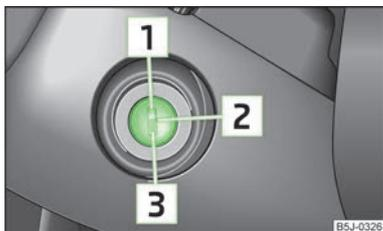

Fig. 79
- Durante la marcha con el motor parado, la llave de encendido ha de estar siempre en la posición 2 » fig. 79 de la página 81 (encendido conectado). Esta posición se indica encendiéndose los testigos de control. Si no es así, podría producirse inesperadamente el bloqueo de la dirección - ¡Peligro de accidente!
- El motor de arranque sólo se deberá accionar (posición de la llave de contacto 3 » fig. 79 de la página 81) si el motor del vehículo está parado. Si se acciona el motor de arranque con el motor en marcha, puede resultar dañado el motor de arranque o el motor del vehículo.
Si la **dirección está bloqueada** y no se puede girar la llave de contacto la posición **2** » fig. 79 o resulta muy difícil, se debe ligeramente el volante hacia los lados para liberar el bloqueo de la dirección.
- Pisar el pedal del embrague a fondo, conectar el encendido **2** » fig. 79 de la página 81 y arrancar **3** - no acelerar. Mantener el pedal de embrague pisado a fondo hasta que el motor arranque.
Parar el motor girando la llave de contacto a la posición **1** » fig. 79 de la página 81.